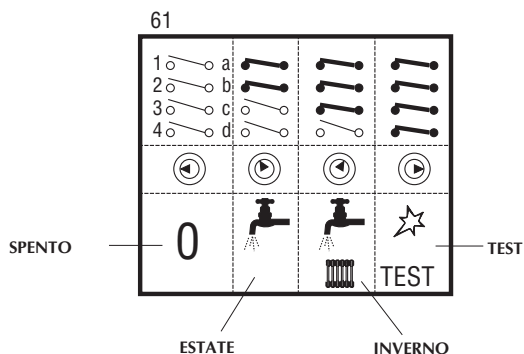

Fig. 2
1.05 Selettore del commutatore su posizione "INVERNO" (fig. 2)
1.06 Selettore del commutatore su posizione "ESTATE" (fig. 2)
1.07 Selettore del commutatore su posizione "TEST" (fig. 2)